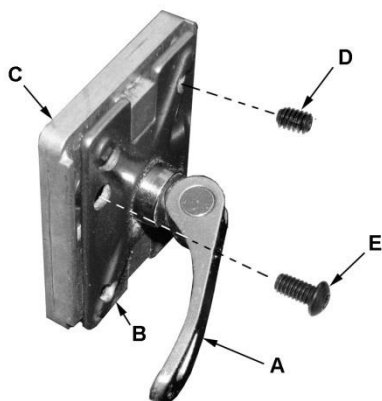

Рис. 22
5. Используя 3 мм шестигранный ключ, крутите любой из четырех установочных винтов (D, Рис. 22) доступных через отверстия, расположенные в углах через плавающий блок зажимов (E ,рис. 22).